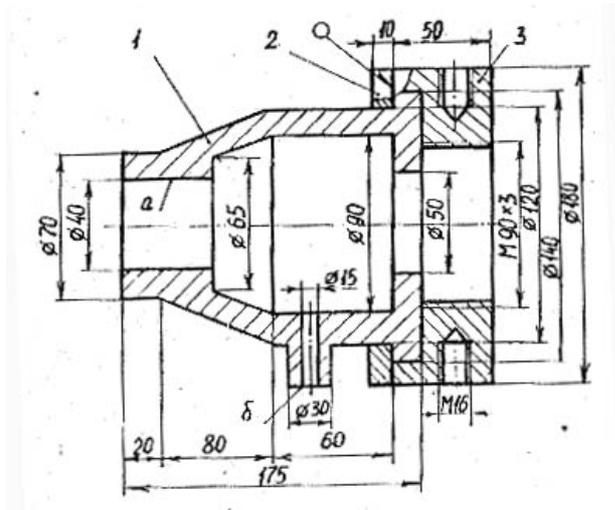
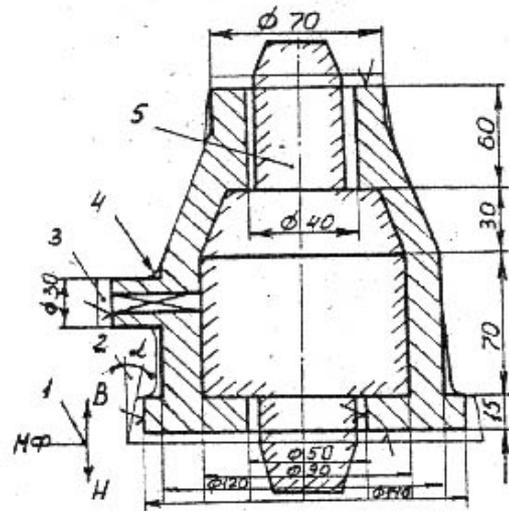
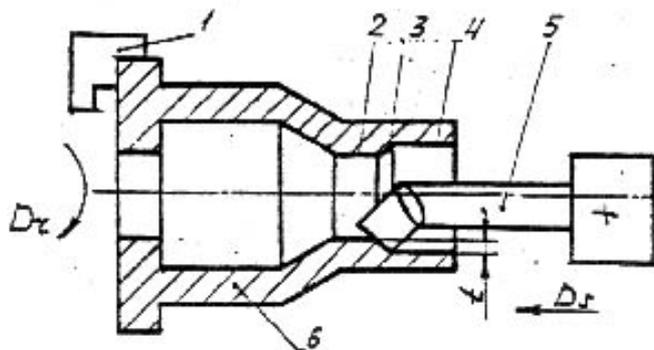

Рис. 15. Учебный узел 15
Рис. 16. Эскиз отливки:
Рис. 23. Схема операции расточки на токарно-винторезном станке
*Рис. 15.* Заготовку детали 1 (материал СЧ30, производство единичное) получить литьем, припуски нанести на торцевые поверхности, поверхности диаметром 40, 50, 140 мм и поверхность "б". Заготовку детали 3 (материал сталь 35, производство массовое) выполнить горячей объемной штамповкой, припуски нанести на все поверхности. Обработать резанием поверхности "а", "б" детали 1 и отверстие М16 детали 3. Сварить детали 2 и 3 (производство единичное, материал детали 2 – сталь 35).
Исходя из единичного производства, отливку детали 1 (рис. 15) целесообразно получить литьем в разовые песчано-глинистые формы с применением ручной формовки. Плавильным агрегатом для плавки серого чугуна марки СЧ30 служит вагранка. Эскиз отливки с модельно-литейными указаниями приведен на рис. 16.
Производство поковок типа колец (деталь 3, см. рис. 15) осуществляют методом горячей штамповки на горизонтально-ковочных машинах. Заготовкой для поковки служит прокат круглого сечения, причем диаметр заготовки выбирается равным диаметру внутреннего отверстия поковки.
Для обработки поверхности "а" детали 1 (см. рис. 15) выбирают токарно-винторезный станок, а в качестве инструмента – расточной резец для сквозных отверстий (рис. 23). Крепится заготовка в трехкулачковом